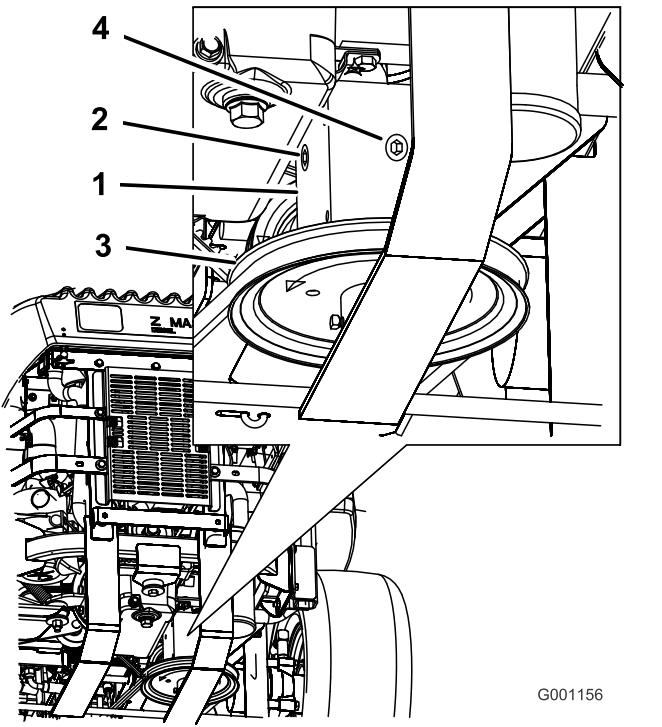

Bild 74
4. Nehmen Sie die Prüfschraube an der Seite oder hinten am Getriebe ab (Bild 74).